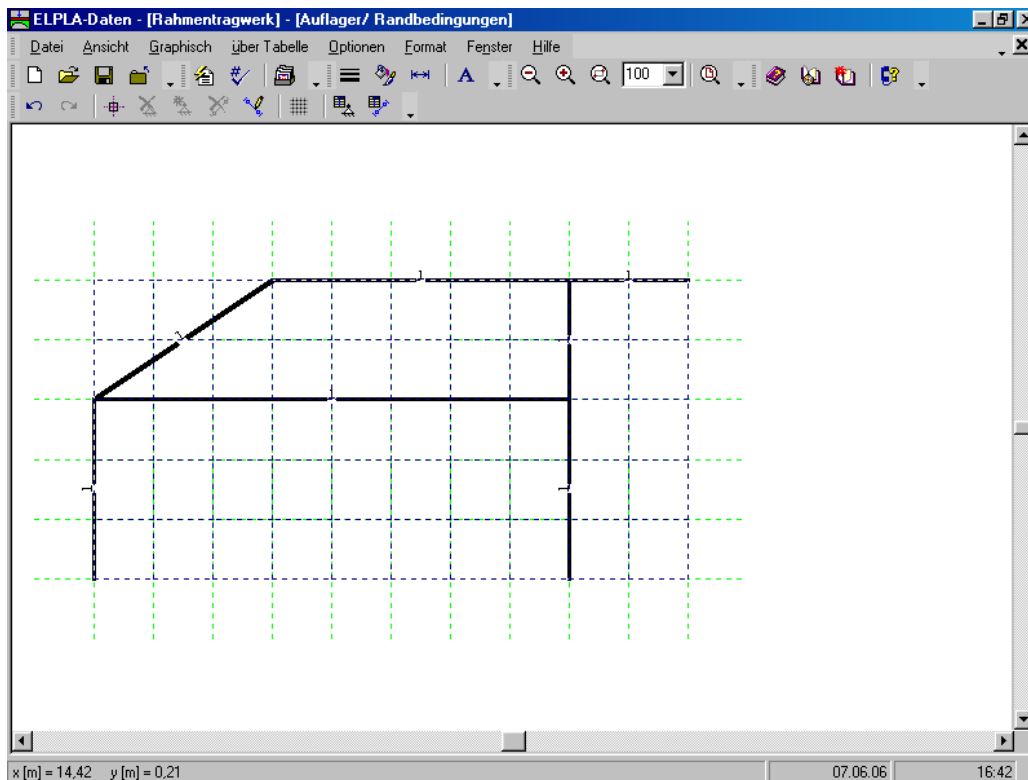
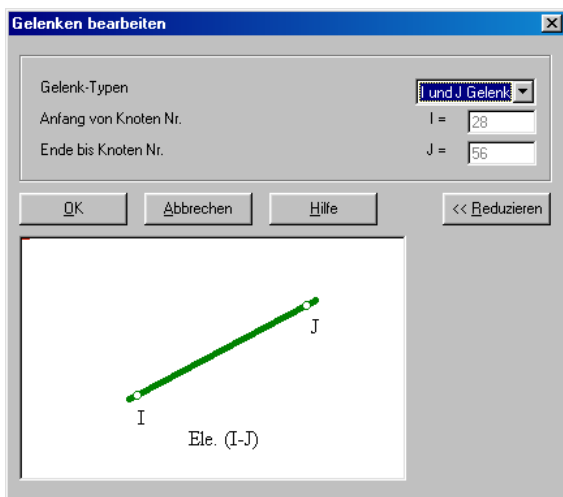

Bild 7-20 Stäbe im Fenster des eingebetteten Programms "Daten der Auflager/ Randbedingungen"
Bild 7-24 Dialogfeld "Gelenke bearbeiten"
Nach dem Klicken von "OK" im Dialogfeld "Zeichnungsparameter" sollte der Bildschirm wie das folgende Bild 7-20 aussehen.
- Wählen Sie den Befehl "Knoten markieren" aus dem Menü "Graphisch" im Bild 7-20, dabei ändert sich der Cursor von einem Pfeil zu einem Kreuz
Um die Gelenkknoten zu definieren, wird das Gelenk von zwei Seiten sowohl links als auch rechts durch Elemente definiert. Wählen Sie den Befehl "Gelenke" aus dem Menü "Graphisch" im Bild 7-20. Wenn der Befehl "Gelenke" gewählt wird, ändert sich der Cursor von einem Pfeil zu einem Kreuz. Doppelklicken Sie auf dem Element am Gelenkende. Das Dialogfeld "Gelenke bearbeiten" im Bild 7-24 erscheint.